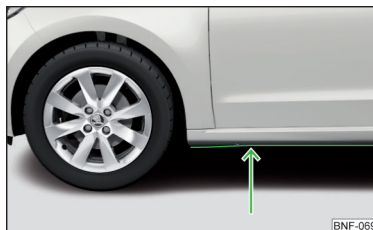

Fig. 127
- Inden du kører gennem vand, skal du finde ud af, hvor dybt det er. Vandstanden må maksimalt nå op til panelets nederste kant » Fig. 127.